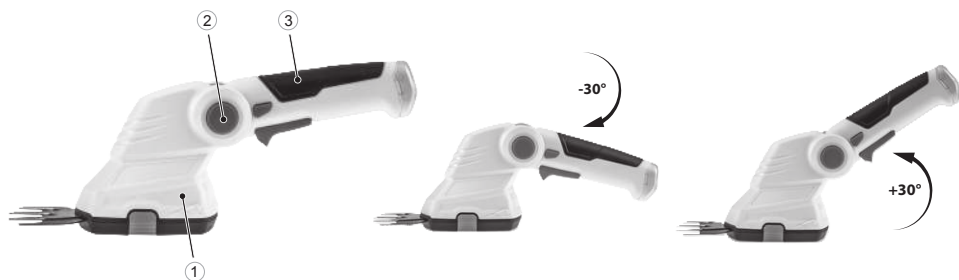

рис. 3
Для удобства использования устройства и резки в труднодоступных местах может быть полезна функ-ция изменения угла наклона ножниц-кусторе-за относительно рукоятки. Для этого возьмите одной рукой корпус устройства (3) (рис. 3), надавите кнопку фиксации рукоятки (1). Не отпуская кнопку фикса-ции рукоятки (1), поверните рукоятку (2) на необходимый угол.